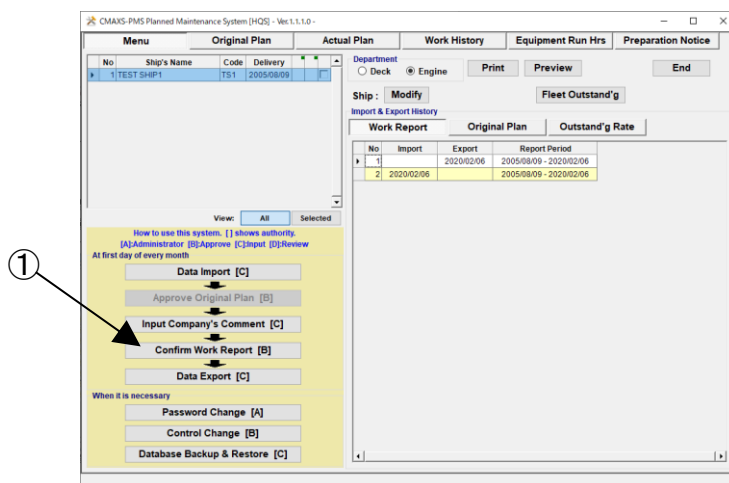

図 9-1 Menu 画面
- ① “Menu 画面”(図 9-1)で、 [Confirm Work Report]を選択してください。